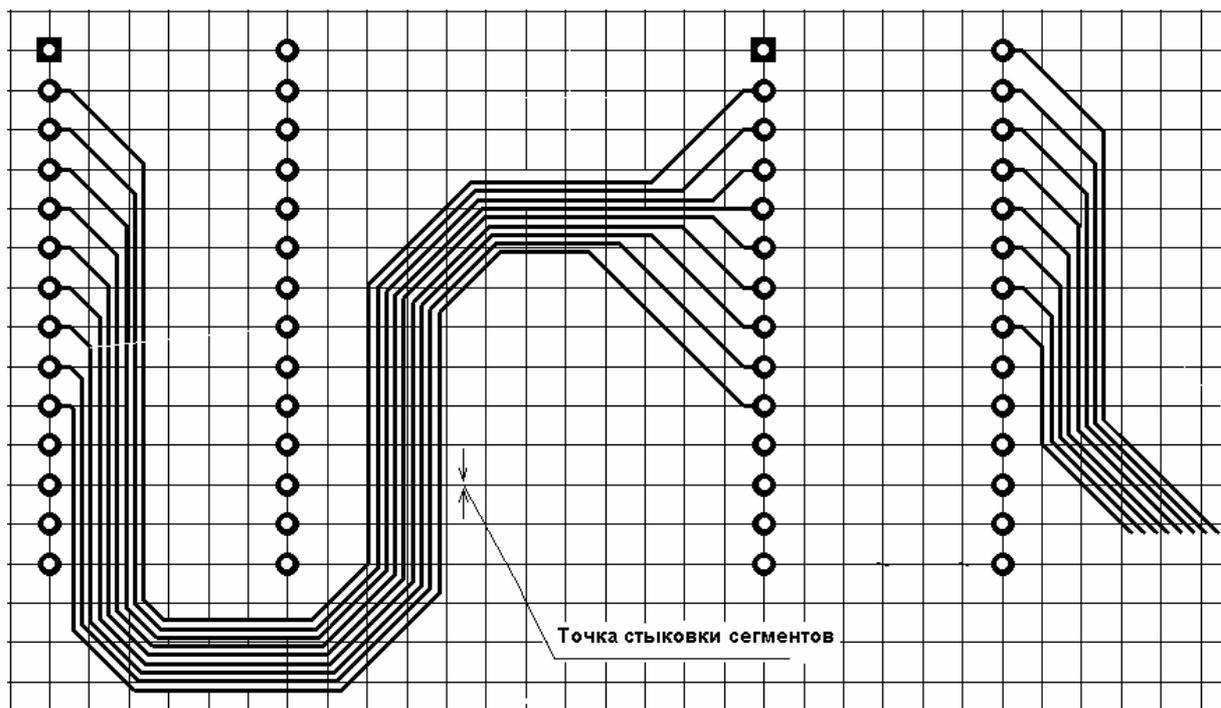

Рис. 7.9
Одним из приемов стандартной интерактивной трассировки является разводка функционально однородных цепей типа шин адреса и данных ПЭВМ и микроконтроллеров, устройств памяти и т. п. Разводка таких множественных трасс состоит из двух фаз: формирования веера при уходе трассы от контактов компонента и дальнейшая разводка групповой трассы (рис. 7.9).
4. Нажать левую клавишу мыши и, не отпуская, начать прокладку групповой трассы. Печатные проводники групповой трассы собираются веером под наклоном 45° . Форма веера меняется в зависимости от направления перемещения курсора – параллельно линии размещения контактов или перпендикулярно этой линии (рис. 7.9).
Собрав проводники веером в стартовой точке, программа не в состоянии развести их веером в точке конечного назначения. Выход – поочередно провести трассу с двух концов и состыковать встречные сегменты одноименных цепей торец в торец (см. рис. 7.9).